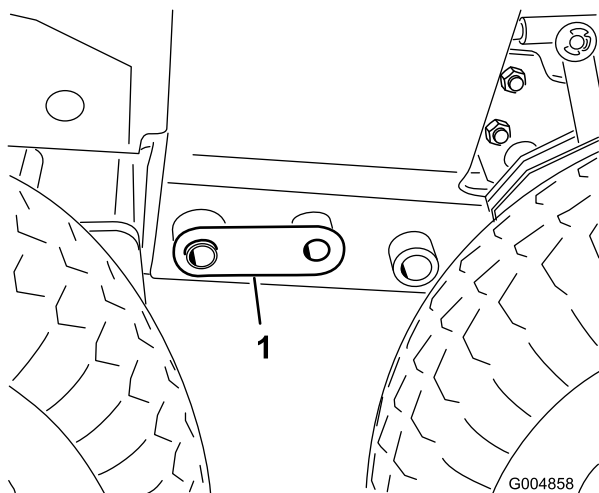

Figura 83
35. Togliere il cavalletto anteriore e abbassare la parte anteriore della macchina sugli pneumatici, fino a quando i perni dell'accoppiatore (Figura 83) non sono allentati a sufficienza per essere rimossi.